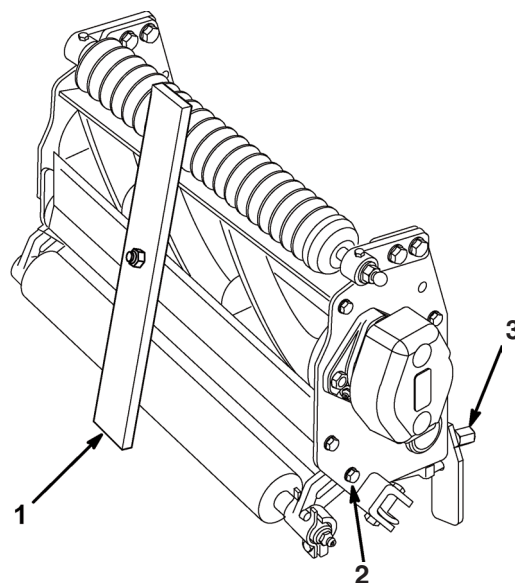

Fig. 5
2. Girare di 90° l'apparato di taglio ed appoggiarlo sul rullo posteriore e sulle linguette superiori a tergo. Allentare i dadi autobloccanti sulle viti mordenti che fissano le staffe del rullo posteriore (Fig. 5).